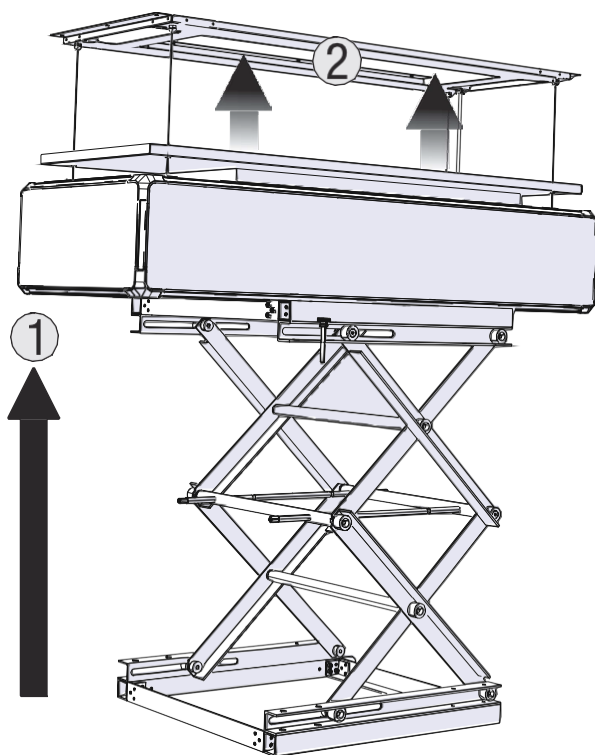

Fig. 25
6. ➔ Placera enheten på en plattform och lyft upp den (Fig. 25 / 1).
Lyft upp hängplåten (Fig. 25 / 2).